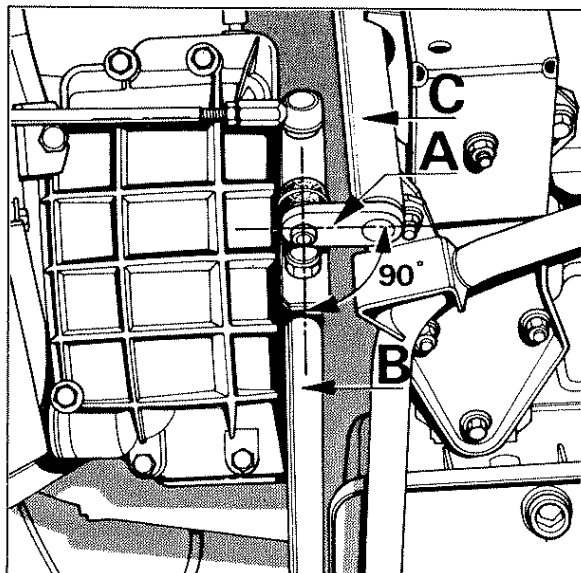

Fig. 3
- Désaccoupler le tube commande (B) du tube relais (C).
- Positionner le levier inférieur (A) à 90° par rapport au tube de commande (B) (Fig. 3), ceci pour répartir l'effort d'envoi des vitesses de part et d'autre du tube relais.